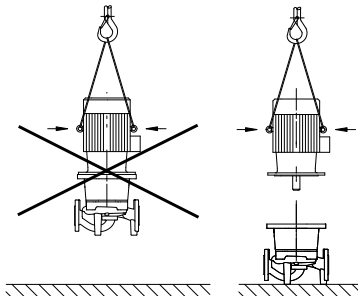

Fig. 8: Транспортировка электродвигателя
- Проушины для транспортировки на электродвигателе служат только для транспортировки электродвигателя, транспортировка всего насоса с их помощью недопустима (Fig. 8).